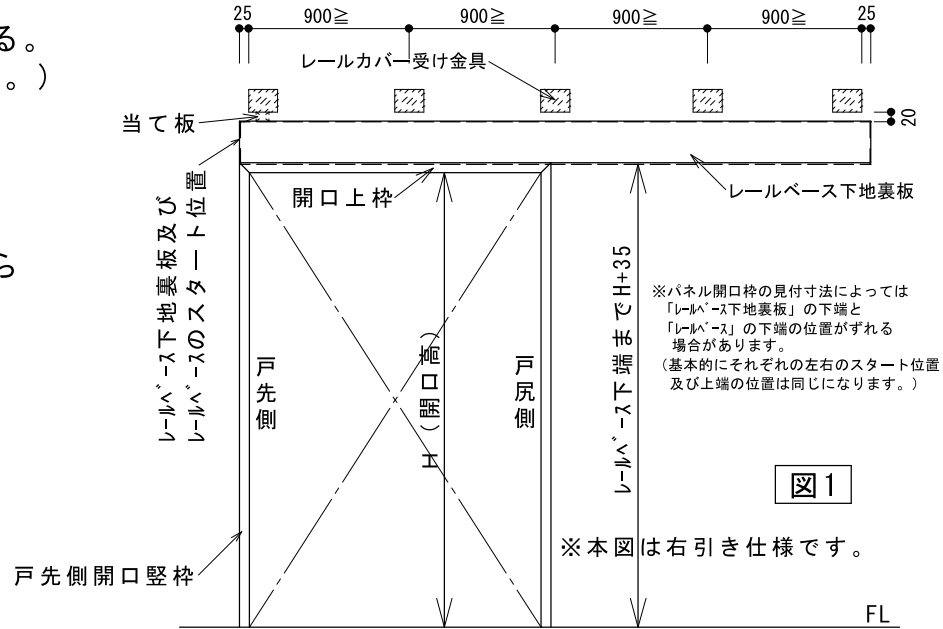

図1
2. レールベースの取り付け(図1, 2参照)
- 2-3 レールカバー受け金具を図1に示す位置に